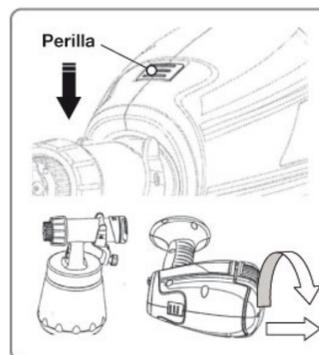

Fig 8
- Divida la pistola. Presione el botón hacia abajo (Fig 8). Gire la parte frontal de la pistola y la parte trasera una contra la otra. Cuando ensambla la pistola también presione hacia abajo el botón luego encaje la parte frontal en la parte trasera en la posición correcta. Gire la parte frontal hasta la posición de bloqueo.